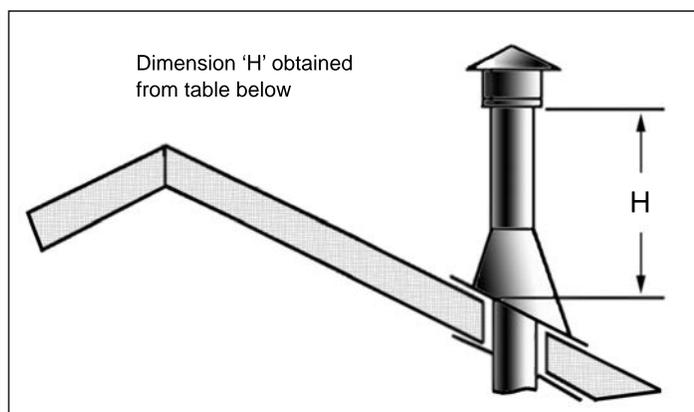

Figure 40: Hauteur de la terminaison verticale ; Se référer au tableau 8
- Étape 8.** Ajoutez des sections de conduit jusqu'à ce que le bouchon du conduit réponde aux exigences minimales du code. Référez-vous à la figure 40 et le tableau 8. À noter que plus la pente du toit est forte, plus l'évent doit être haute. Dans des conditions de vent fort, s'il y a des arbres à proximité, deux toitures avoisinantes, des toits à pente forte, et d'autres facteurs similaires, il peut résulter un faible tirage. Augmenter la hauteur de l'évent peut résoudre le problème.
- Étape 9.** Passez le collet de solin par-dessus le conduit et poussez-le vers le toit comme dans la figure 40. Utilisez le mastic non-durcissant sur le joint entre le conduit et le solin.
Tableau 8: 'H' minimum pour la Figure 40.